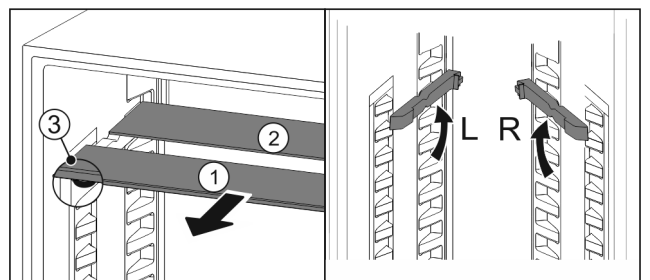

Fig. 60
- ▶ Издърпайте Fig. 60 (1) поотделно стъклените плочи напред.
- ▷ Стъклената плоча Fig. 60 (1) с декоративната лайстна е отпред.
- ▷ Ограничителите Fig. 60 (3) сочат надолу.